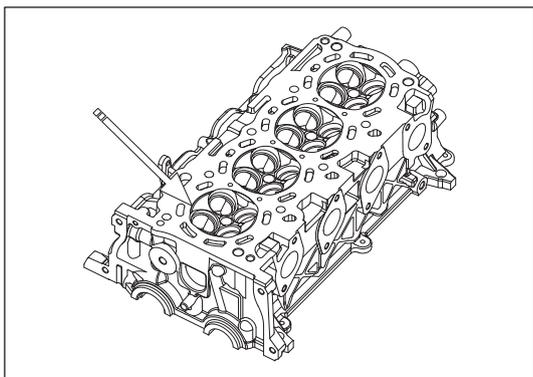
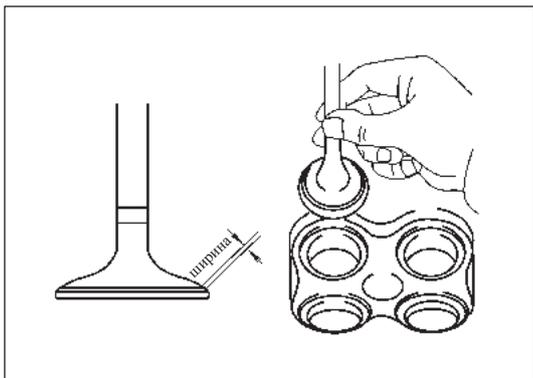

Рис. 12-3-18. Проверка и очистка седла клапана
Рис. 12-3-19. Проверка посадки клапана
- (6) Проверка и очистка седла клапана
- а) Еще раз отполировать седло клапана при помощи керамико-карбидного инструмента под углом 45° (как изображено на рис. 12-3-18), убрав неравномерный износ, шероховатость и ямки, чтобы очистить кольцо седла.
- ① Только в том случае, если синий пигмент на уплотнительной поверхности клапана располагается по окружности 360° вокруг центра клапана, это будет означать коаксиальное расположение клапана относительно седла, в противном случае следует заменить клапан.
- ② Только в том случае, если синий пигмент на седле клапана располагается по окружности 360° вокруг центра седла, это будет означать коаксиальное расположение направляющей втулки и уплотнительной поверхности клапана, в противном случае следует заменить седло.
- ③ Проверить расположение контактной поверхности седла клапана в центре поверхности клапана. Ширина составляет 1,0~1,4 мм, как изображено на рис. 12-3-19.